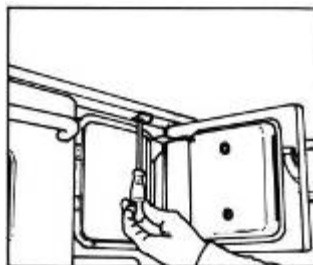

Fig. 29
- Introdurre il sensore di sicurezza di scarico termico fino in fondo nel manicotto a immersione (fig. 29 + 30 C).
- Fissare il tubo flessibile di protezione nel manicotto a immersione (fig. 29 + 30 D).
- poi montare l'altra parte della barra al telaio (fig. 29).